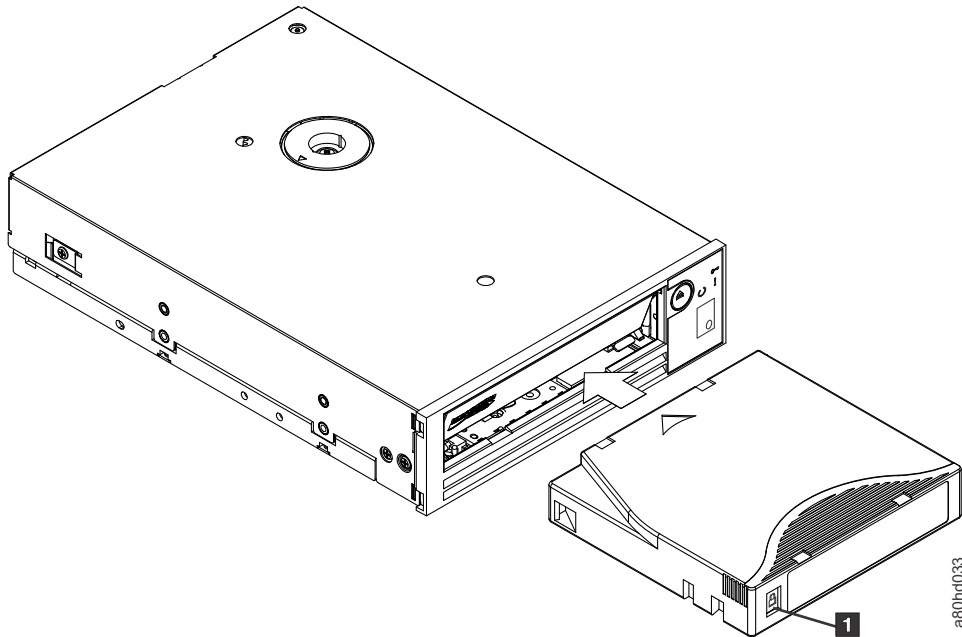

Figura 3-5. Carga
4. Deslice el cartucho en el compartimento de carga de cintas (consulte la Figura 3-5 en la página 3-4). La unidad de cintas carga automáticamente el cartucho.